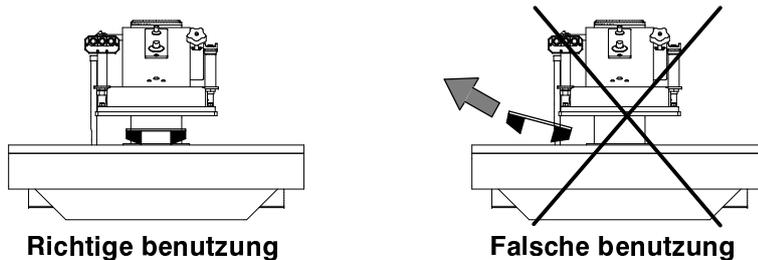

Abb. 17
**WARNUNG: Um zu verhindern, daß der Stanzvorgang nicht richtig ausgeführt, oder das Stanzmesser in den umliegenden Bereich geschleudert wird und dadurch Schäden verursachen könnte, ist zu kontrollieren, daß der Schwenkarm das Stanzmesser völlig bedeckt, bevor die Kontrollknöpfe betätigt werden (Abb. 17).**